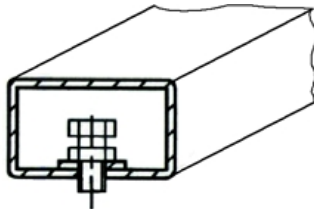

Рисунок 4.2
① После транспортирования или хранения станка при температуре воздуха ниже +5°C, необходимо перед распаковкой выдержать станок при температуре (25±10)°C в течение не менее 4 часов.
4.2.2 Установить станок на ровное жесткое основание, допустимое отклонение основания от горизонтали – 0.5° (8 мм на 1 метр), так, чтобы все опоры станка касались основания. Это обеспечивается при помощи 2-х регулируемых опор (рисунок 4.2).